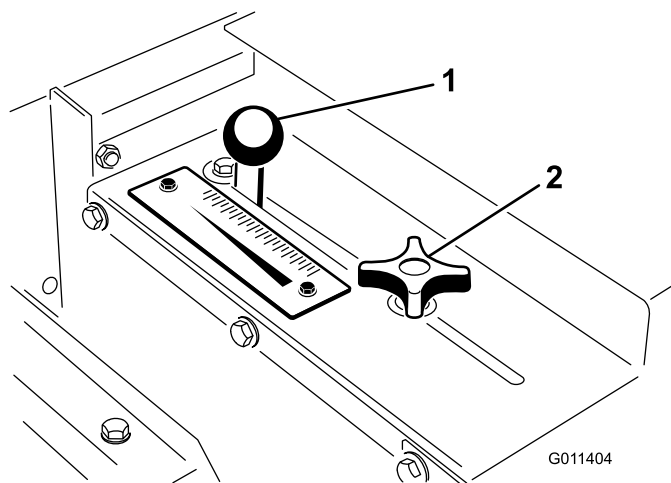

Figura 19
1. Allentate la manopola di bloccaggio (Figura 19) in modo da consentirne lo scorrimento nella scanalatura.
2. Posizionate la manopola della sponda (Figura 19) nella posizione desiderata e serratela per fissare la regolazione.
Utilizzate la relativa scala (Figura 19) per determinare la portata desiderata. Fate riferimento a Volume di applicazione sabbia.